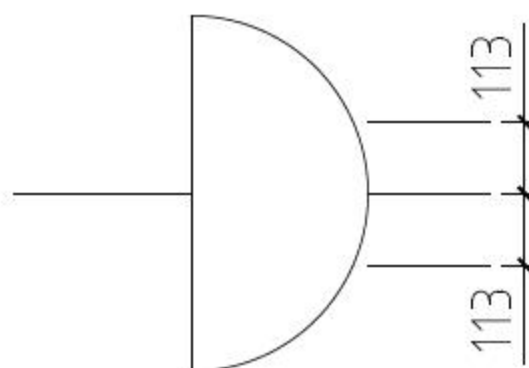

图8-122 偏移线段
- 05 调用O【偏移】命令，设置偏移距离为113，选择线段向上、向下偏移，结果如图8-122所示。